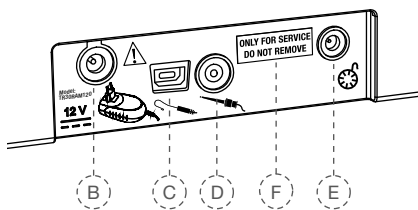

Fig. 3 Prese vista posteriore
Il connettore USB (Fig. 3, F) consente di installare aggiornamenti software ed eseguire interventi di manutenzione. Tale connettore può essere utilizzato esclusivamente da personale autorizzato dell'assistenza e, al momento della consegna, è coperto da un'etichetta recante la scritta "ONLY FOR SERVICE DO NOT REMOVE" (solo per assistenza, non rimuovere). L'etichetta può essere rimossa soltanto dal personale dell'assistenza.
3. Collegare il cavo dell'alimentatore alla presa di collegamento (Fig. 3, B) sul retro del dispositivo.
8. Innestare il cavo del comando a pedale alla presa di collegamento (Fig. 3, E) sul retro dell'unità centrale.
10. Collegare la spina del cavo del gancio da labbro alla presa di collegamento (Fig. 3, C) sul retro dell'unità centrale.
12. Collegare la spina del cavo della clip per file alla presa di collegamento (Fig. 3, D) sul retro dell'unità centrale.